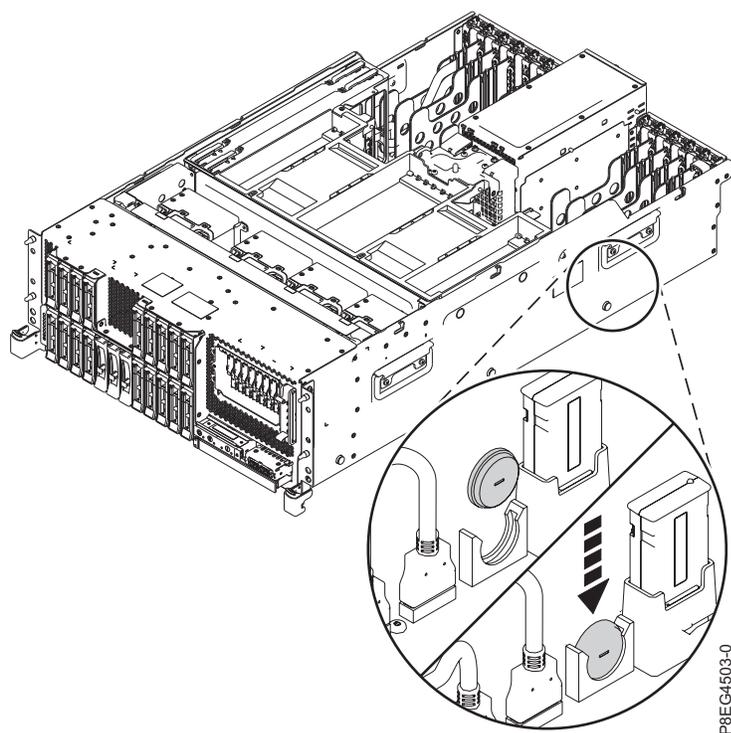

図 2. 時刻バッテリーの挿入
2. 図 2 に示すように、時刻バッテリーをシステム・バックプレーン上のスロットに挿入します。バッテリーを取り外すときに記録したように、必ず正しい極性でバッテリーを挿入してください。